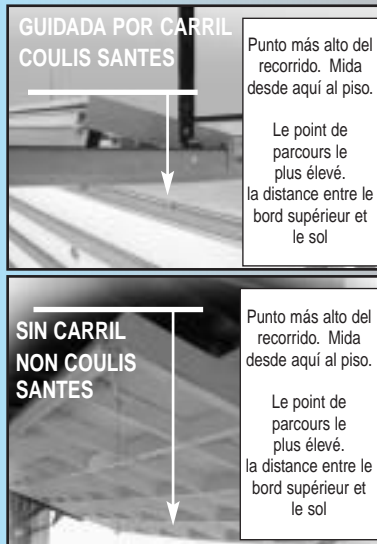

Fig. 2-2
- Al levantar manualmente la puerta del garaje, observe el borde superior de la puerta para ver dónde alcanza el punto más alto. Este se llama "el punto más alto del recorrido". **Fig. 2-2.**
- Tout en soulevant manuellement la porte du garage, observez le bord supérieur de la porte et repérez l'emplacement de son point le plus élevé. Ce point représente le point de parcours le plus élevé. **Fig. 2-2.**